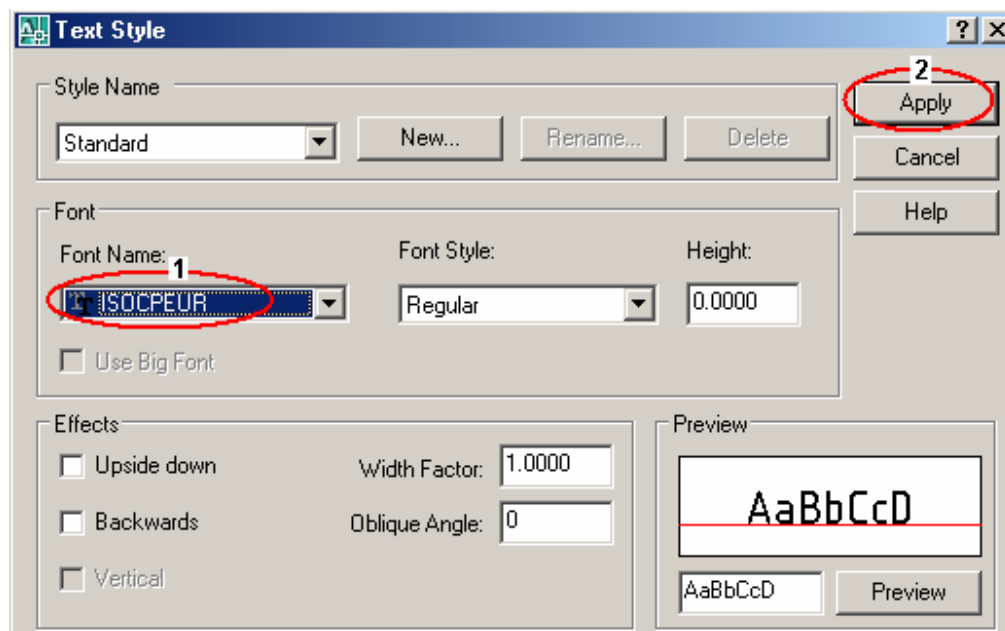

Figura 11.9: Formatação do texto.
Inicialmente para garantir a inserção de fonte técnica vá na barra padrão e clique em (A) *Text Style* (formatar texto) e escolha o nome da fonte (1) como sendo ISOCPUR, clique em *apply* (2) . Veja a figura 11.9.
1. Em *atributos* (4), no campo *tag* (Identificador) digite a primeira letra da palavra ou frase “**T**” que aparecerá no campo correspondente na legenda. No campo seguinte *Prompt*, digite uma pergunta “**Qual o título?**”. No campo *Value* (Valor), digite o mais provável “DESENHO ARQUITETÔNICO”.
2. Em *Text Options* (5) (Opções de texto), no campo *Justification* escolha **Center**, neste caso do título, para outros campos, como nome por exemplo, escolha **Left** (esquerda). No campo *Text Style*, já definimos o estilo ISOCPEUR, mostrado na figura 11.9. No campo *Height* (Altura) ajuste para 5, para os demais campos da legenda use 2,5.